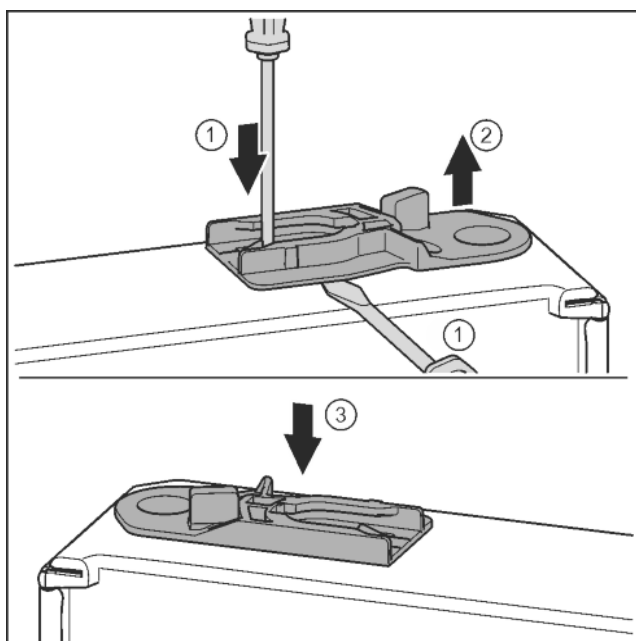

Fig. 32
- ▶ Estrarre la bussola di guida: con un cacciavite spingere la linguetta e contemporaneamente con un cacciavite sposterla sotto la bussola di guida. Fig. 32 (1, 2)
- ▶ Inserire sull'altro lato dell'apparecchio la bussola di guida fornita in dotazione. Fig. 32 (3)